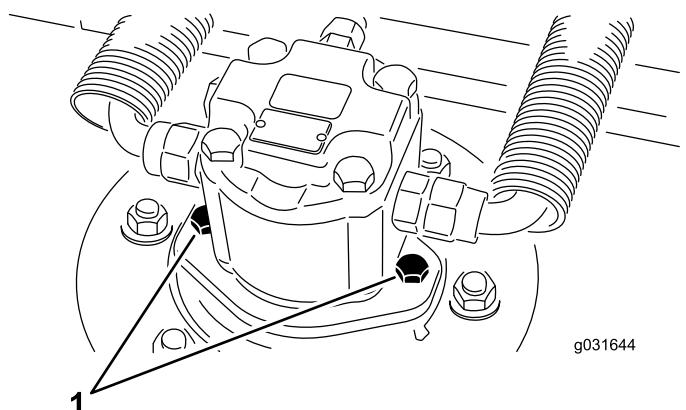

Figura 68
2. Retire os parafusos de montagem do motor hidráulico e desligue e retire o motor hidráulico da plataforma (Figura 68).
- Utilizando os parafusos de montagem do motor hidráulico, instale o motor hidráulico na plataforma (Figura 68).